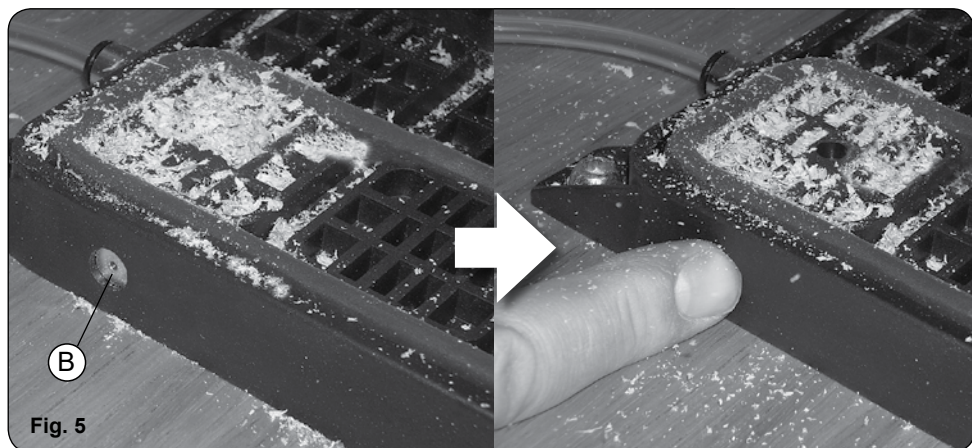

Fig. 5
4. Con el aire abierto bloquee la salida de aire con el dedo B (Fig. 5). NO COLOQUE LA CARA SOBRE LA UNIDAD MIENTRAS ESTÉ BLOQUEANDO LA SALIDA DE AIRE, PUEDE SER PELIGROSO. EL POLVO EXPULSADO PUEDE INCIDIR EN SU CARA.